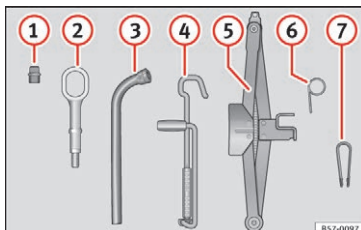

Fig. 68 I bagagerummet under bagagerumsbunden: bilens værktøj
- Sæt kunststofklemmen (bilens værktøj) » » **Fig. 68** 7 over kappen, indtil den går i hak » » **Fig. 69**.